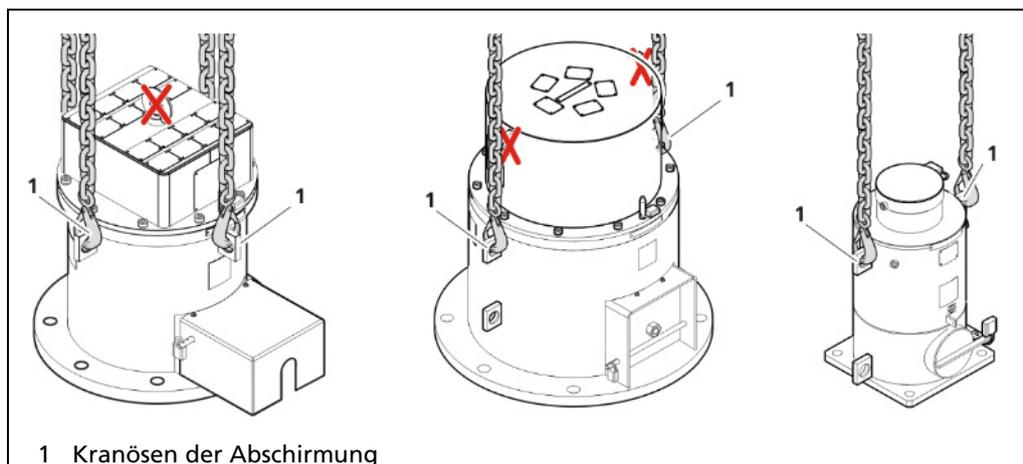

Abb. 24 Abschirmung anschlagen und absetzen
3. Die Abschirmung mit ausreichend dimensionierten und geprüften Anschlagmitteln an den Kranösen (Abb. 24, Pos. 1) anschlagen.